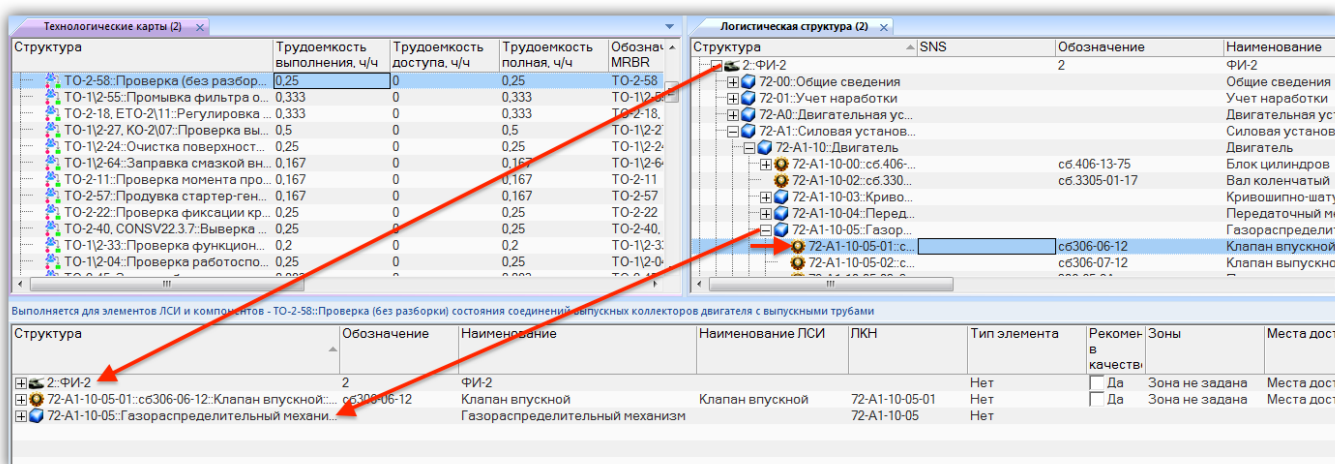

Рис. 17-44 – Связь ТК с ФИ и ЛСИ-системой, в которые входит компонент
8) Аналогичным образом устанавливается связь ТК с ЛСИ-системой и ФИ, в которые входит компонент (рис. 17-44).